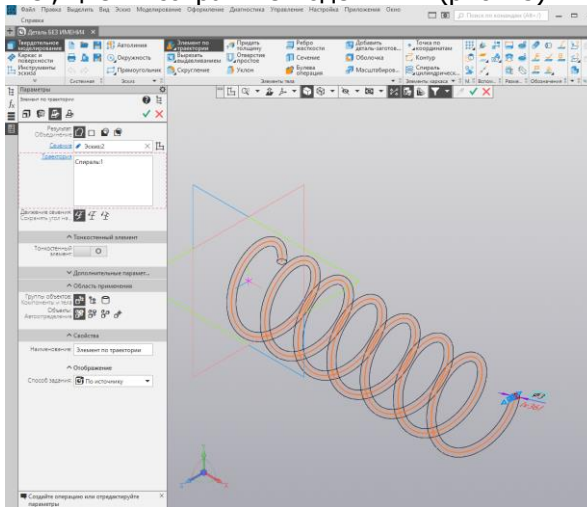
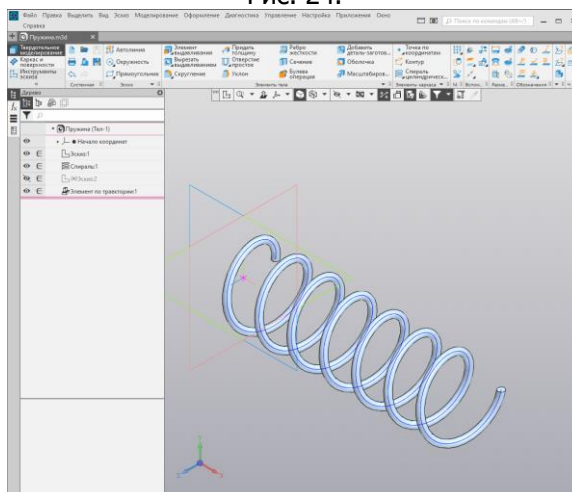

Рис. 24.
Рис. 25.
5. Выбираем «**Элемент по траектории**»  на панели **Элементы тела**. Выделяем **Эскиз 2** (окружность) - образующая кинематической операции и затем в качестве траектории указываем спираль (рис.24). Нажать , задайте свойства модели – наименование, цвет и сохраните модель  (рис. 25).